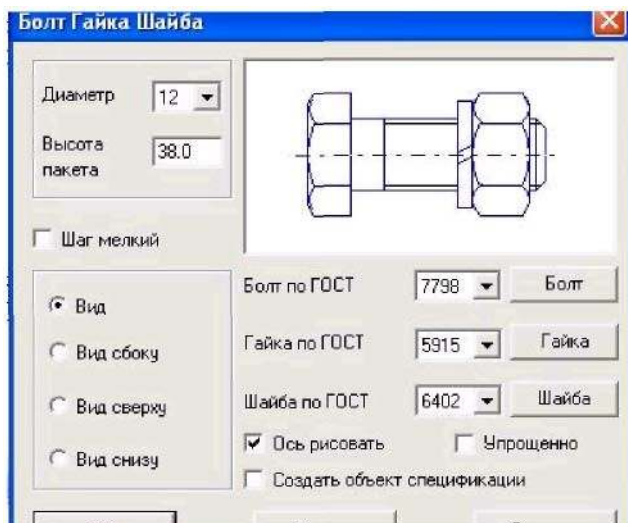

Рис. 4.11. - Диалоговое окно **Болт Гайка Шайба**
4) Щелкнуть два раза по изображению соединения болтом. После этого появляется окно задания параметров болтового соединения. В окне необходимо задать необходимый диаметр резьбы и высоту пакета, т. е суммарную толщину двух соединяемых пластин (рис. 4.11). В открывшемся окне соответствующим выбором кнопок **Болт**, **Гайка** и **Шайба**, можно задавать изображения различных болтов, гаек и шайб. Для этого нужно выбрать соответствующие стандарты. Можно также получать упрощенное или конструктивное изображение и различные виды соединения.